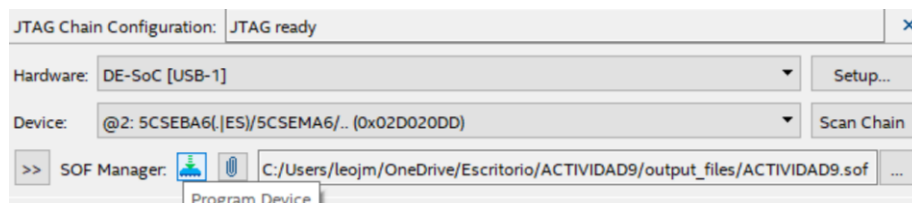

Figura 23. Programación del chip FPGA (Program Device).
29. Una vez que terminó de compilar, programe la tarjeta de desarrollo desde el programador embebido ubicado en el SignalTap haciendo clic en el ícono de la flecha hacia abajo (**Program Device**) como se muestra en la Figura 23.